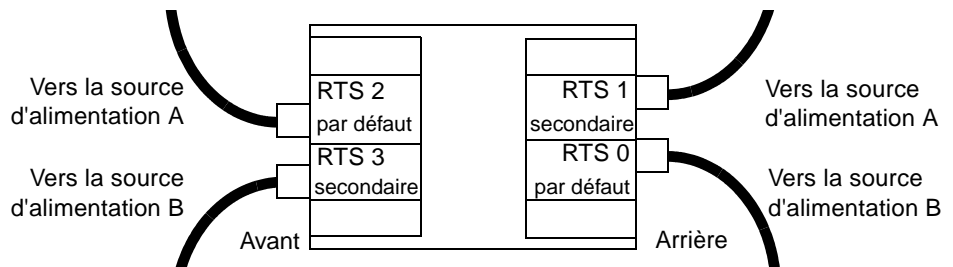

FIGURE 2-6 Deux sources d'alimentation en courant alternatif indépendantes
- Dans une configuration avec deux sources d'alimentation en courant alternatif indépendantes, vous devez connecter quatre câbles : deux à l'avant et deux à l'arrière du système (FIGURE 2-6).